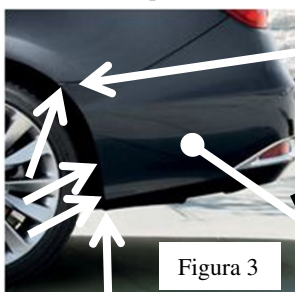

Figura 3
3. Retire (4) tornillos de la placa protectora en el receptáculo de la rueda. Ambos lados. Uno en la parte inferior de la placa protectora, dos detrás de la rueda, y uno directamente arriba detrás de la placa protectora del parachoques hacia los puntos de conexión del panel lateral. Ver Figura 3. Debido a la variación de los vehículos o a accesorios alternativos o adicionales los accesorios podrían no estar incluidos, verifique que todos los tornillos se retiren antes de quitar la placa protectora.